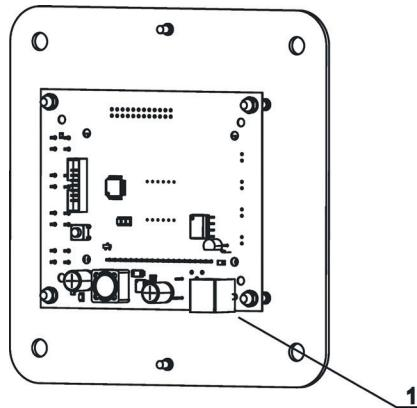

Рисунок 10 Внешняя панель
- В розетку XP1 платы внешней панели подключить один из разъёмов межблочного кабеля (рис.10, поз.1)